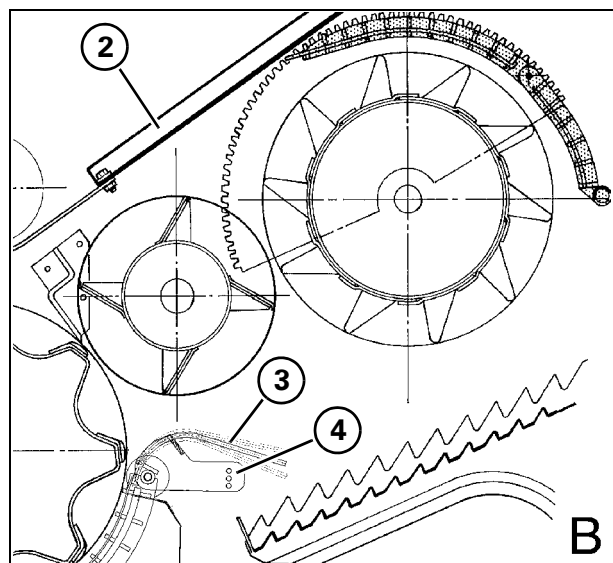

Рис. 52
- В.) С универсальным триером и исключенными решетками (Рис. 52).